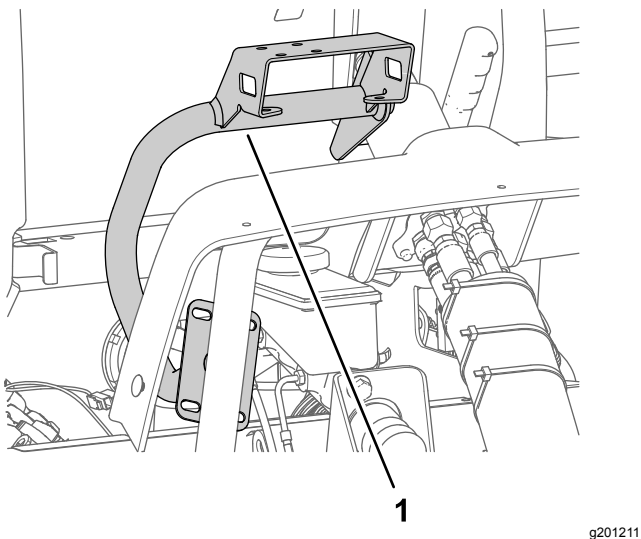

Figure 159
1. Placez le support du moniteur sur la machine comme montré à la Figure 159.